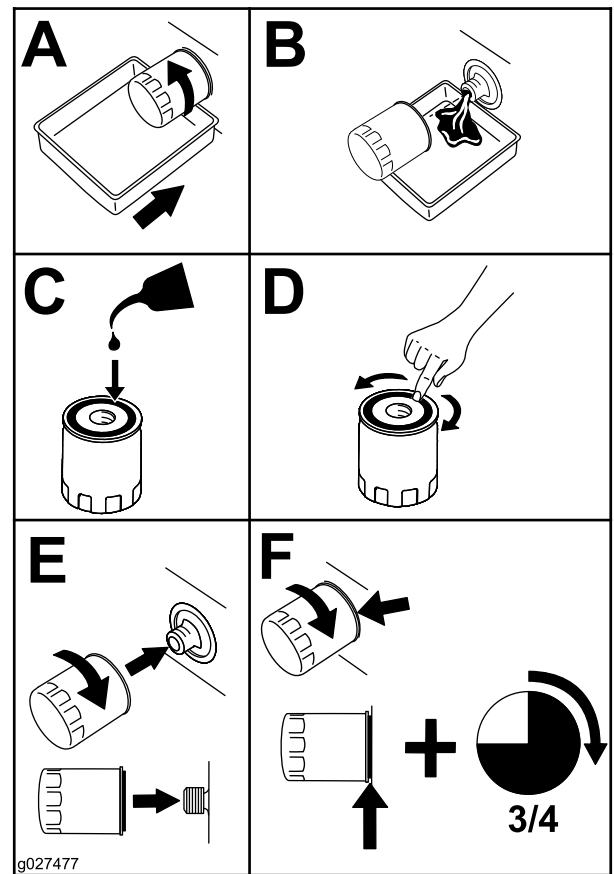

図 52
4. 図 52に示す手順でエンジンオイルフィルタを交換します。